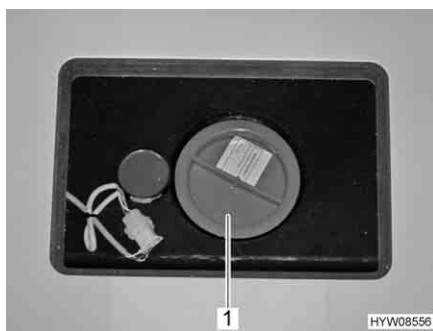

Fig. 179 Apertura per la pulizia sul serbatoio delle acque grigie
- A questo scopo aprire l'apertura per la pulizia (Fig. 179,1) per il serbatoio delle acque grigie e il rubinetto di scarico.